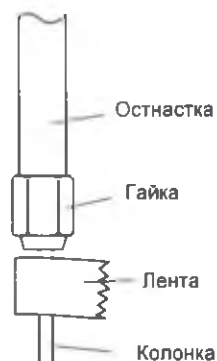

Рис. 2.11 Пометка колонки липкой лентой
- (3) Пометьте капиллярную колонку под затянутой гайкой липкой лентой, как показано на Рис. 2.11 "Пометка колонки липкой лентой".
- (4) Не сдвигая липкую ленту, извлеките капиллярную колонку из остнастки и протрите ее ацетоном. Вставьте колонку в интерфейс масс-спектрометра и закрепите ее, затянув гайку рукой. Если ферула новая, ключом сделайте еще один полный оборот. Если ферула была в употреблении, то поверните ключ на угол от 20 до 40 градусов.
- (5) Удалите ленту, использованную для отметки колонки.